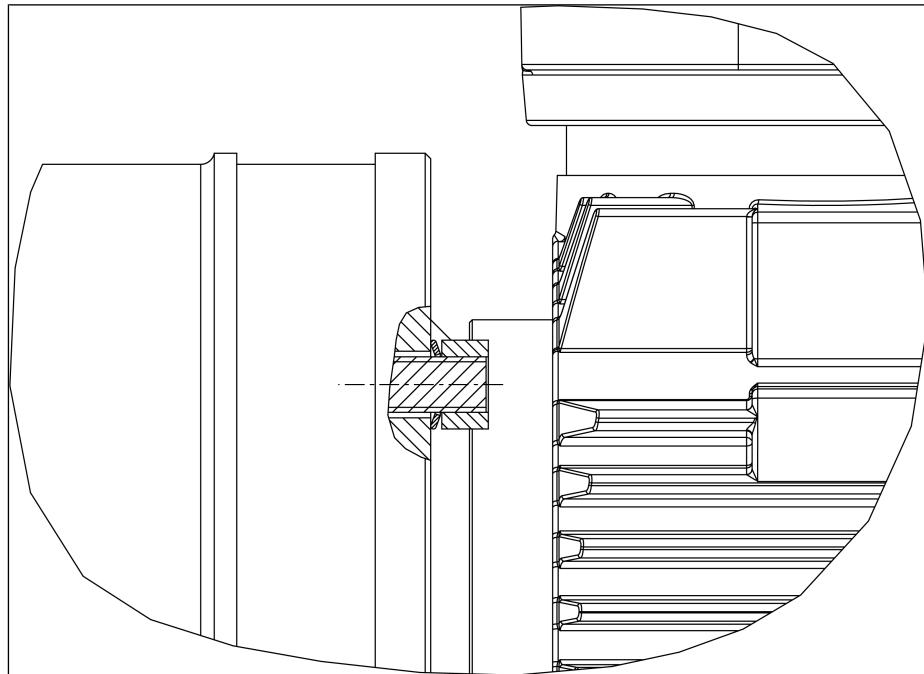

Fig.22 Orientation de la rondelle cannelée (2)
3. Vérifier que la surface de bride du moteur (3) et la surface de bride du boîtier de compresseur (7) s'emboîtent correctement l'une sur l'autre.
- Pousser les 4 rondelles cannelées (2) sur les goujons filetés (8).
i Veiller à ce que le diamètre intérieur de la rondelle cannelée (2) se trouve sur l'écrou (1) et que le diamètre extérieur se trouve sur la bride du moteur (3) (voir Fig. 22).